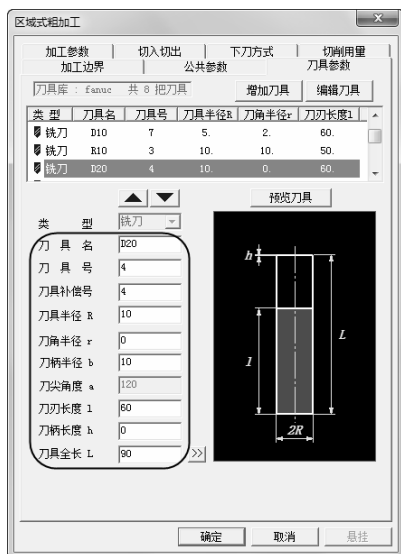

图 2-104 “刀具参数”选项卡
7) 单击“刀具参数”选项卡，选择刀具名称为“D20,r0”，D 代表刀具直径，r 代表刀角半径的球刀。具体“刀具参数”参数数值如图 2-104 所示。